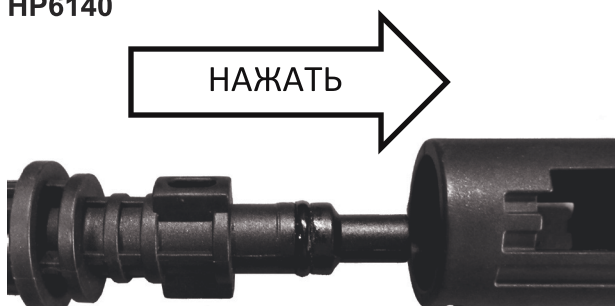

Рис.3
1. Вставьте струйную трубку в пистолет (Рис.3). Соедините выступы на трубке с пазами в пистолете. Нажмите на трубку и поверните по часовой стрелке до плотной фиксации трубки в пистолете.